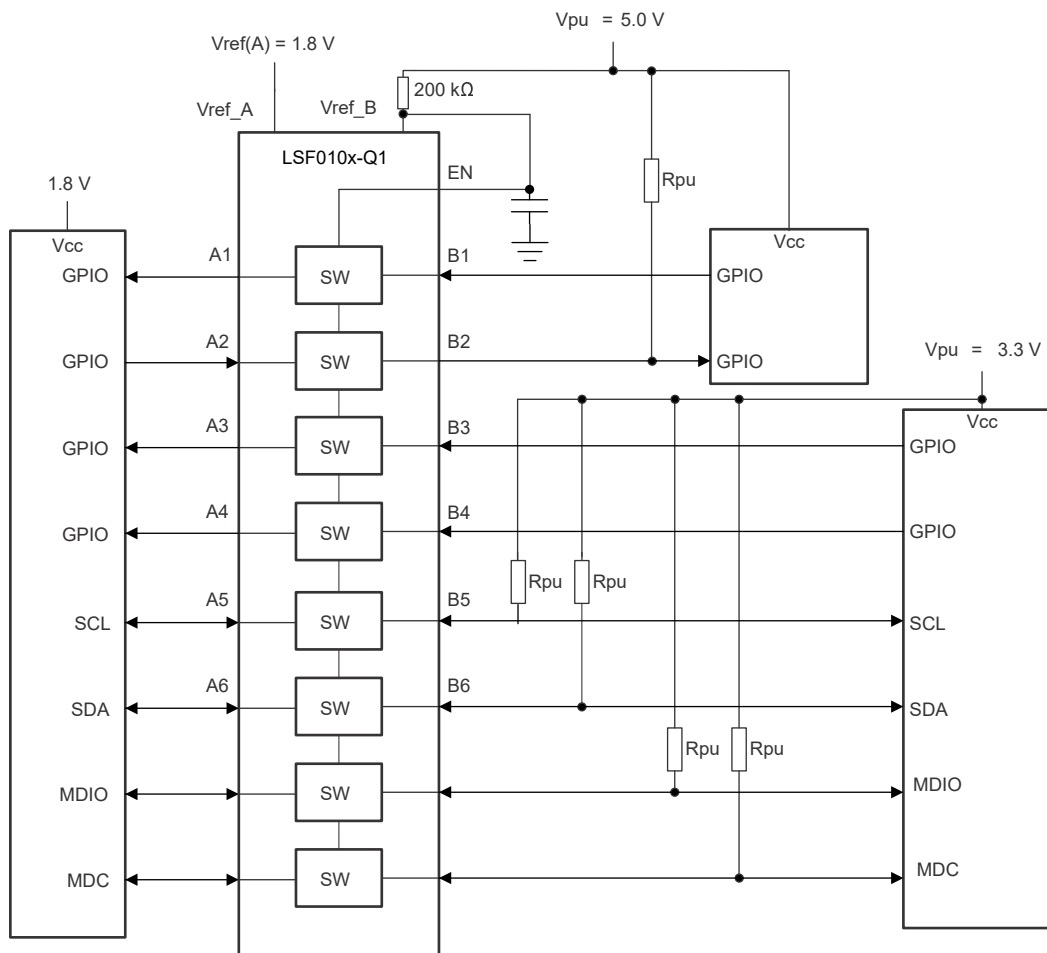

図 9-6. LSF010x-Q1 によるマルチ電圧変換
各チャネルの電源電圧 ( $V_{PU}$ ) は、プルアップ抵抗により個別に設定可能です。図 9-6 に、この混合モードのマルチ電圧変換の例を示します。マルチ電圧変換の詳細については、『LSF ファミリーを使用したマルチ電圧変換』ビデオを参照してください。
**代表的な動作 ( $V_{ref\_B} > V_{ref\_A} + 0.8V$ ):** このシナリオでは、図 9-6 のチャンネル 1 および 2 に示すように、適切な降圧変換のために A 側にプルアップ抵抗は必要ありません。デバイスの標準動作モードでは、B から A への降圧変換時に、A 側の I/O ポートが  $V_{ref\_A}$  にクランプされ、適切な電圧変換が行われます。デバイスの動作の詳細については、『LSF フォトリを使用した降圧変換』ビデオを参照してください。